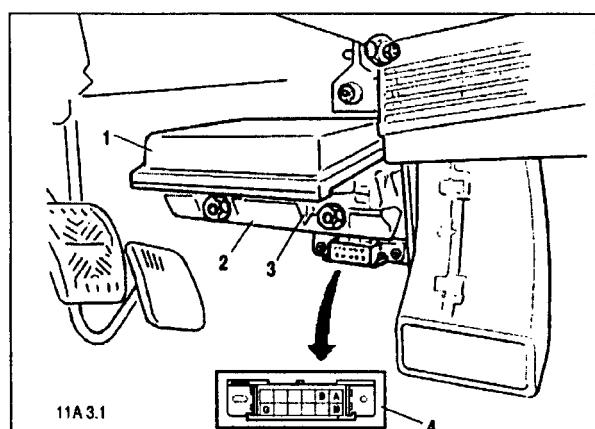
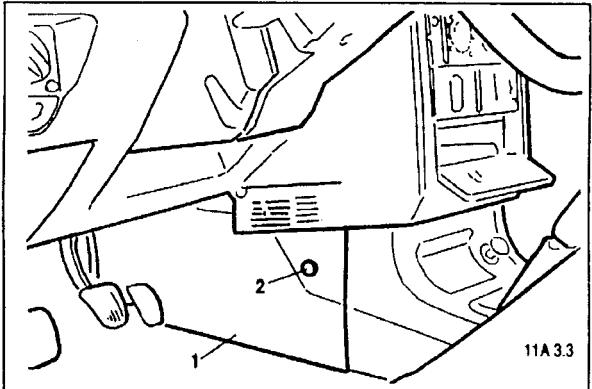

Рис. 3.1. Расположение контроллера и колодки диагностики:
Рис. 3.4. Расположение СО-потенциометра:
Эта система управления двигателем имеет ряд отличий в размещении некоторых элементов. Так, контроллер, колодка диагностики, реле и предохранители системы впрыска располагаются под консолью панели приборов (рис. 3.1, 3.2) на специальном кронштейне. В результате изменился порядок снятия и установки контроллера. Реле и предохранители расположены за правым экраном консоли, а колодка диагностики - за левым экраном. Там же, под консолью панели приборов на левом экране расположен СО-потенциометр (рис. 3.4).
4. Отвернуть гайки винтов крепления основания контроллера 3 к кронштейну 2 и снять контроллер 1 вместе с основанием, отсоединив соединитель жгута проводов (рис. 3.1).